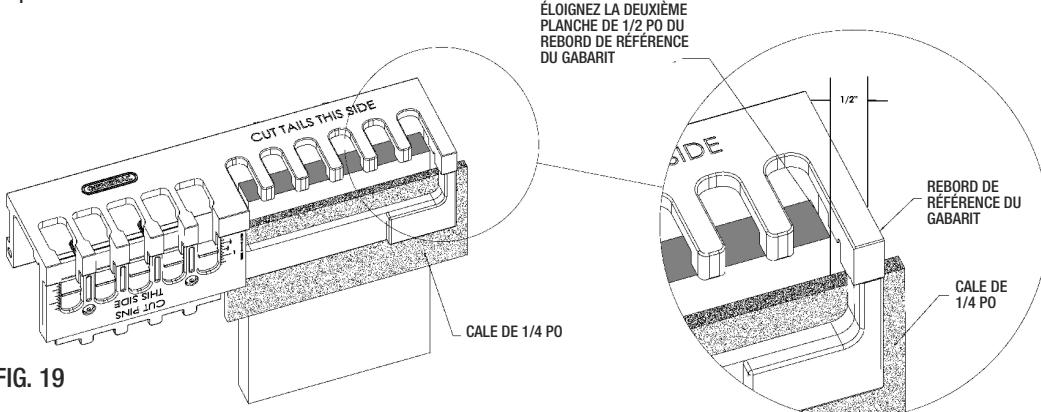

FIG. 19
5. Insérez la deuxième planche dans le gabarit avec la même cale et éloignez le bout de la planche de $\frac{1}{2}$ po du rebord extérieur du gabarit. (FIG. 19) Cet écartement éloignera les « QUEUES » de la deuxième planche de façon à ce qu'elles s'aligneront avec les fentes coupées dans la première planche.